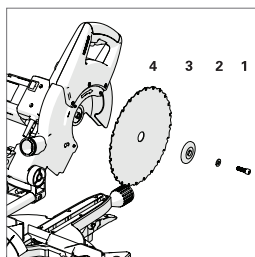

Fig. 40
- Avec la clé hexagonale fournie, desserrez la vis du mandrin et ôtez la rondelle, la bride de lame extérieure et la lame du mandrin. **(Fig. 40)**